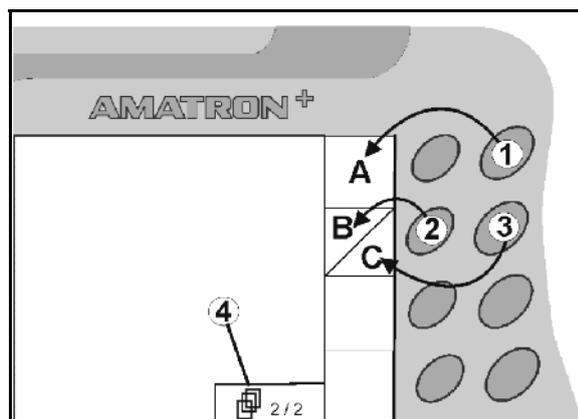

Fig. 10
- Se surgirem campos quadrados no ecrã, só a tecla direita (Fig. 10/1) está atribuída ao campo de função (Fig. 10/A).
- o a tecla esquerda (Fig. 10/2) está atribuída ao campo de função superior esquerdo (Fig. 10/B).
- o a tecla direita (Fig. 10/3) está atribuída ao campo de função inferior direito (Fig. 10/C).
<ul style="list-style-type: none"> <li>• Folhear nas restantes páginas de menu (possível apenas se aparecer o símbolo (Fig. 10/4) no ecrã)</li> </ul>